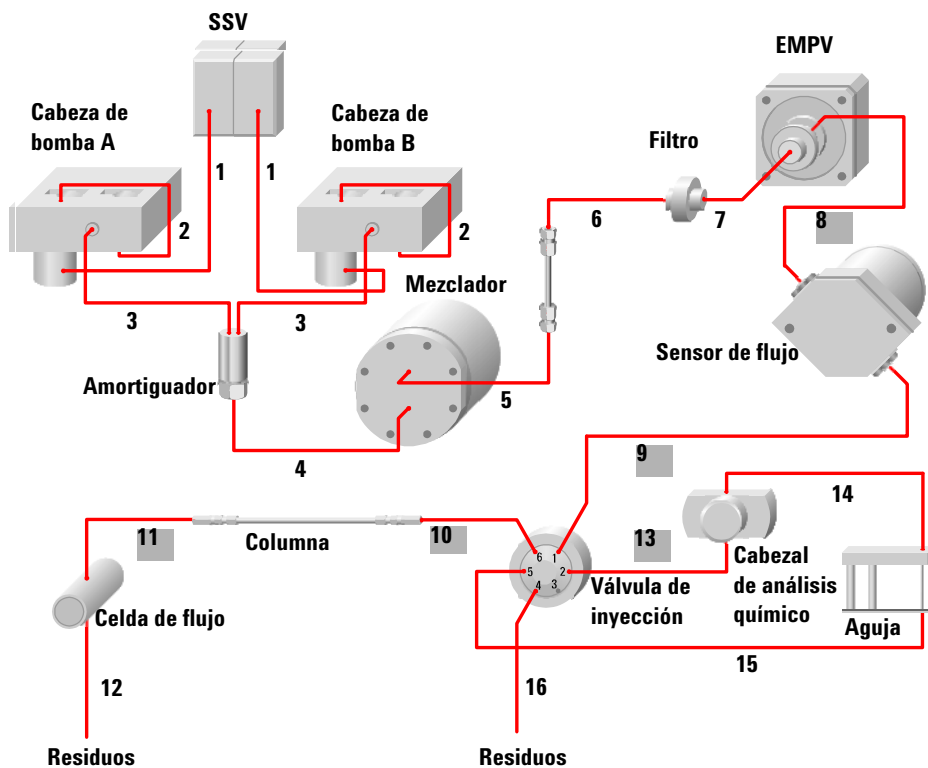

Figura 39 Diagrama de flujo de la bomba capilar
El kit para la ampliación de flujo descrito en la Tabla 80 permite adaptar la bomba capilar para el trabajo con flujos hasta 100 µl/min. Con el fin de reducir la presión del sistema cuando se eleva el flujo hasta 100 µl/min, es preciso cambiar ciertos capilares. Esos capilares (8, 9, 10, 11, 13) aparecen sombreados en la Figura 39 en la página 137.
- 1 Usando las llaves fijas de 4 mm/1/4 - 5/16", desconecte los capilares 8, 9, 10, 11 y 13. Consulte la Figura 39 en la página 137 para identificar su ubicación.
- 4 Usando las llaves fijas de 4 mm/1/4 - 5/16", conecte los capilares 8, 9, 10, 11 y 13 (consulte la Figura 39 en la página 137 para identificar su ubicación).